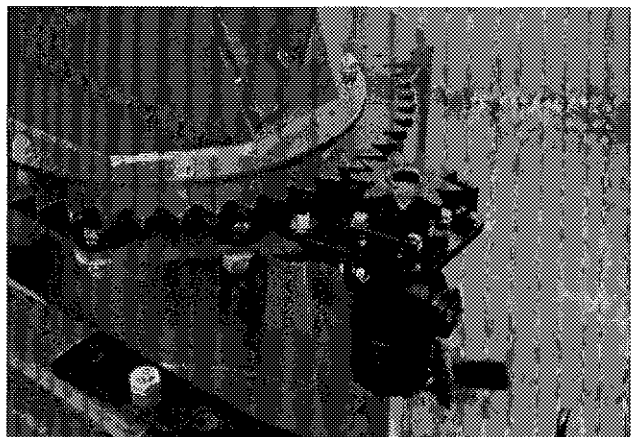

Figure 29
- 3) Installer la plaque de support du moteur, le moteur et la roue d'engrenage à 9 dents. Voir page 29 pour l'indication des dimensions de boulons (Fig. 29).